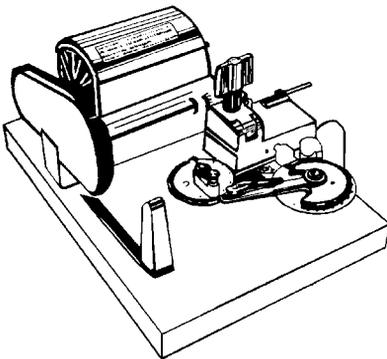

Рис. 5.15. Копировально-фрезерная машина позволяет изготовить дубликат, когда нет оригинального ключа (С разрешения компании Ilco Unican Corp.)
- Станок для изготовления ключей по коду с питанием от сети (рис. 5.15)